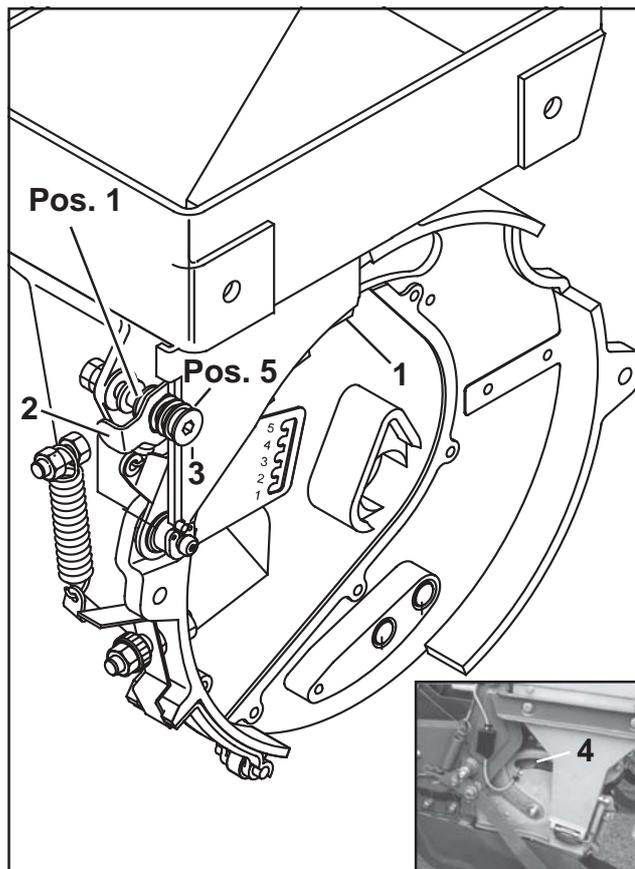

Fig. 7.19
- Pour régler la position indiquée par le tableau, accrochez en conséquence le levier de réglage (7.19/2) à la vis de réglage (7.19/3). **La fig. 7.19 montre la position „5“ de l'extracteur.**